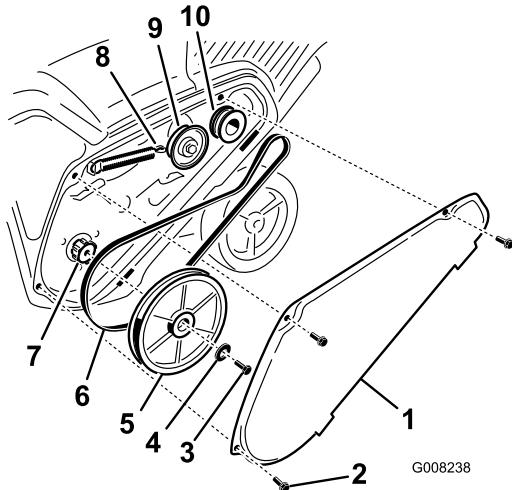

Figure 37
1. Enlevez le couvercle de la courroie d'entraînement après avoir retiré les 3 boulons comme montré à la Figure 37.
2. Décrochez le ressort de frein du bras de la poulie de tension pour détendre la courroie (Figure 37).
3. Enlevez la vis et la rondelle bombée qui retiennent la poulie de rotor (Figure 37).
4. Retirez la poulie de rotor et la courroie d'entraînement (Figure 37).
Remarque: Acheminez la courroie neuve autour de la poulie du moteur, puis de la poulie de tension, et enfin autour de la poulie de rotor desserrée, située juste au-dessus de l'arbre de rotor (Figure 37).
6. Montez la poulie de rotor sur l'arbre de rotor (Figure 37).
7. Montez la rondelle bombée et le boulon de fixation de la poulie de rotor, et serrez-les solidement (Figure 37).